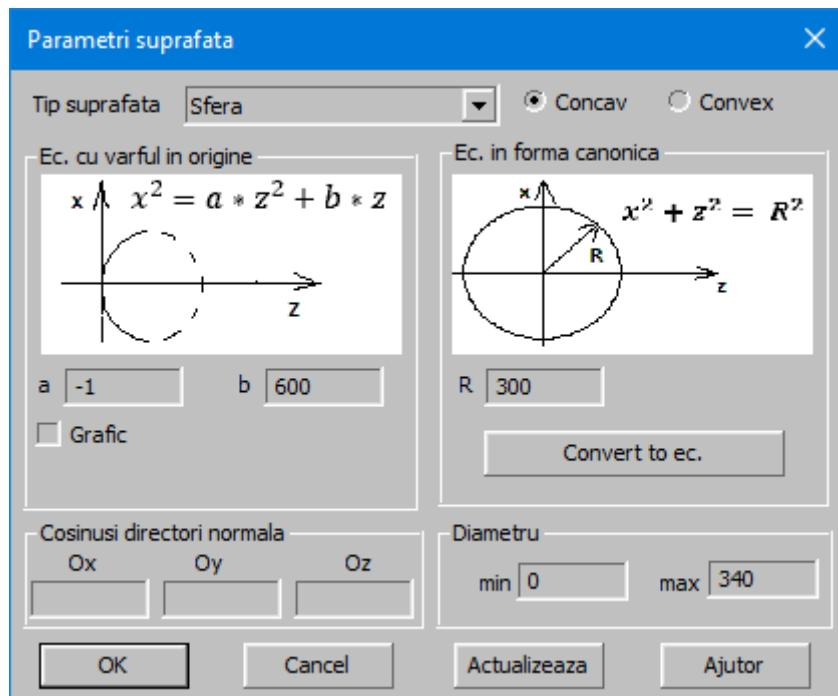
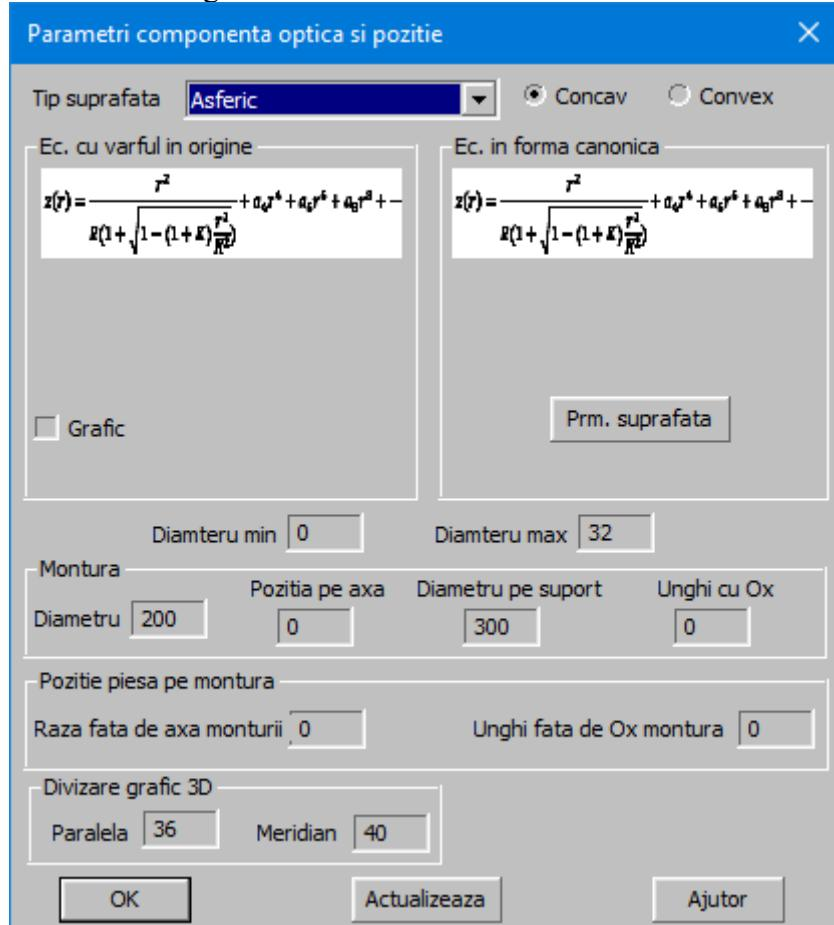

Fig. 6.5.1 Fereastra ptr. editat suprafete cuadrice
Fig. 4.6.1.4.1.
- **Raza, a, b** – parametrii suprafetei din forma canonica. Se recomanda apasarea butonului **Suprafata** si se creaza fereastra de mai jos (Fig. 6.5.1). Fereastra contine urmatoarele campuri active:
Prin aceasta comanda se creaza fereastra prin care se introduc parametrii suprafetei acoperite si pozitia ei. Fereastra ptr. suprafete diferite de asferic are forma de mai sus (Fig. 6.5.1) iar ptr. format asferic are formatul din Fig. 4.6.1.4.1.